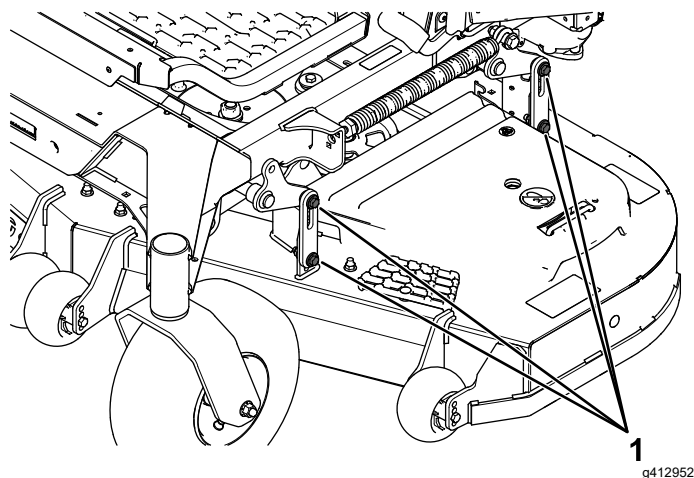

Figure 90
16. Desserrez les boulons (Figure 90) aux 4 coins de sorte que le plateau repose solidement sur les 4 cales.